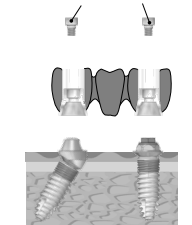

図5-10
- (d) 作製した最終補綴物を洗浄・滅菌し、滅菌したスクリー（ゴールド・テンポラリーシリンドラー/スプリントヒーリングキャップ用）を用いて口腔内のフィクスチャーに固定する（締結トルクは 20 N・cm）（図 5-10）。